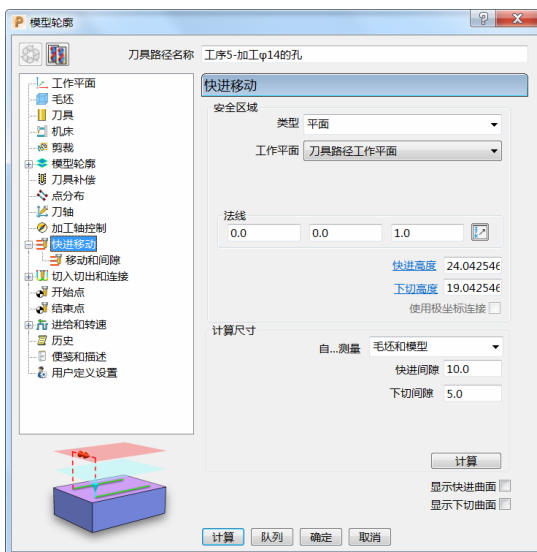

图 6-36
- 7) 快进移动: 安全区域类型选择“平面”, 工作平面选择“刀具路径工作平面”, 法线设定为 (0.0, 0.0, 1.0), 设定快进间隙“10.0”, 下切间隙“5.0”, 然后单击“计算”按钮。(图 6-36)